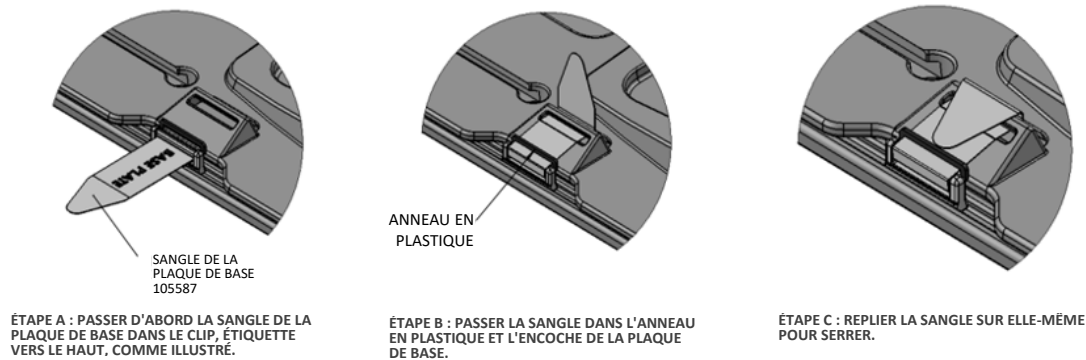

Figure 6 : Fixation des sangles
3. Attacher la plaque de base à la table IRM à l'aide des quatre sangles (Figure 6).